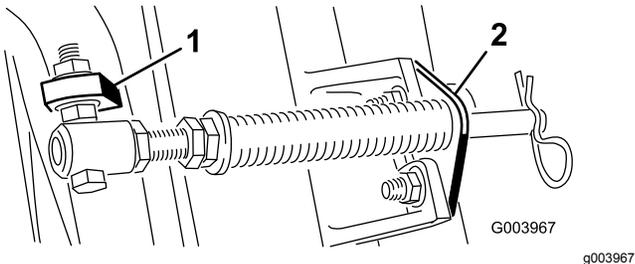

Figura 6
C. Montate il bullone del tubo della molla sull'aletta opposta, sul telaio portante, e fissatelo con il dado flangiato. La testa del bullone deve essere posta sul lato esterno dell'aletta, come illustrato nella Figura 6.
- D. Montate la staffa dell'asta sulle alette degli elementi di taglio usando i bulloni a testa tonda e i dadi (Figura 6).